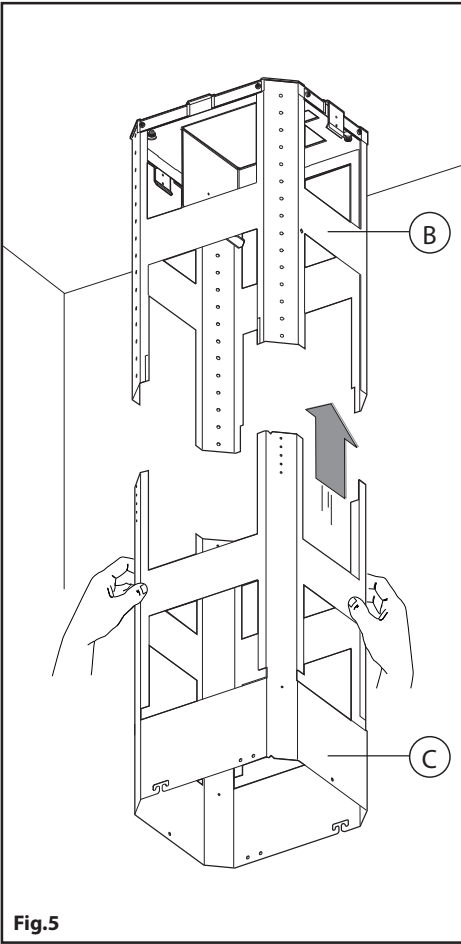

Fig.5
- Prendre la partie inférieure de la structure télescopique **C** et l'insérer sur la partie supérieure **B** (Fig.5).